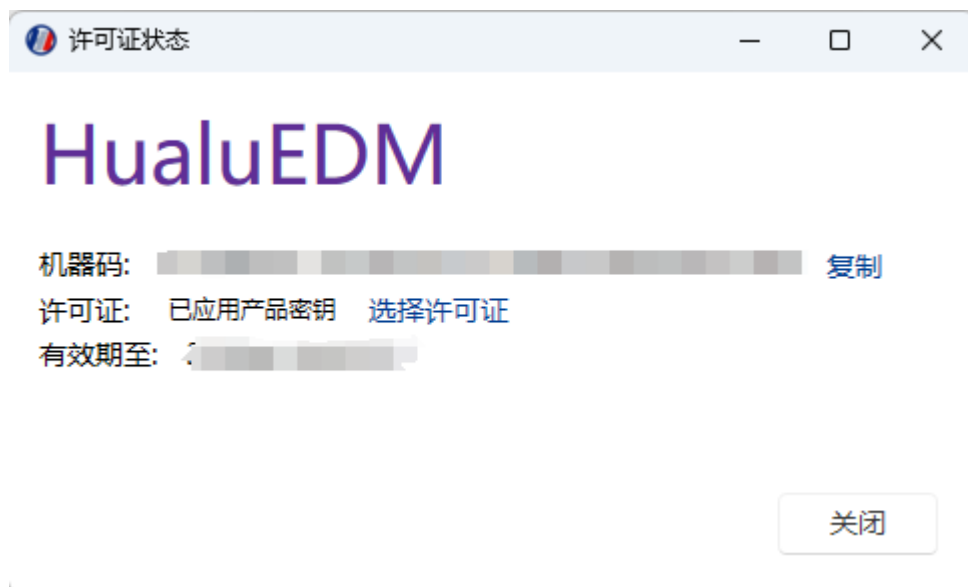

图 3.64 许可证状态
3. 打开图 3.64 所示的界面，点击“选择许可证”，在资源管理器的打开窗口中选中之前保存好的许可证文件。